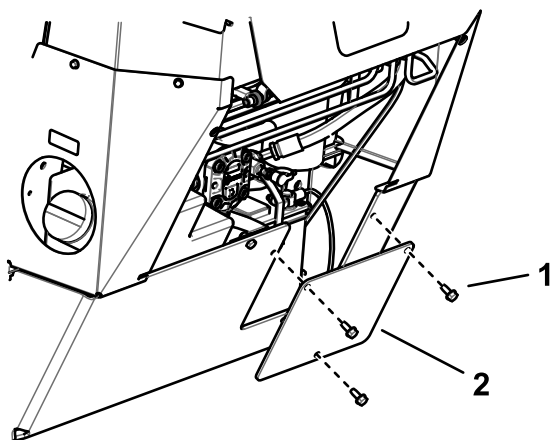

Figura 37
5. Montate il pannello di accesso alla batteria (Figura 37).